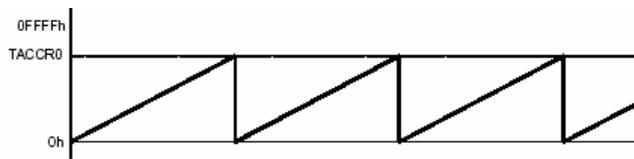

图 4-2 增计数模式示意图
(1) 停止模式：停止模式用于定时器暂停，并不发生复位，所有寄存器现行的内容在停止模式结束后都可用。当定时器暂停后重新计数时，计数器将从暂停时的值开始以暂停前的计数方向计数。例如，停止模式前，Timer_A 工作于增/减计数模式并且处于下降计数方向，停止模式后，Timer_ 仍然工作于增/减计数模式，从暂停前的状态开始继续沿着下降方向开始计数。如果不需这样，则可通过 TACTL 中的 CLR 控制位来清除定时器的方向记忆特性。
(2) 增计数模式：捕获/比较寄存器 CCR0 用作 Timer_A 增计数模式的周期寄存器，因为 CCR0 为 16 位寄存器，所以该模式适用于定时周期小于 65536 的连续计数情况。计数器 TAR 可以增计数到 CCR0 的值，当计数值与 CCR0 的值相等(或定时器值大于 CCR0 的值)时，定时器复位并从 0 开始重新计数。增计数模式的计数过程如图 4-2 所示。通过改变 CCR0 值，可重置计数周期。